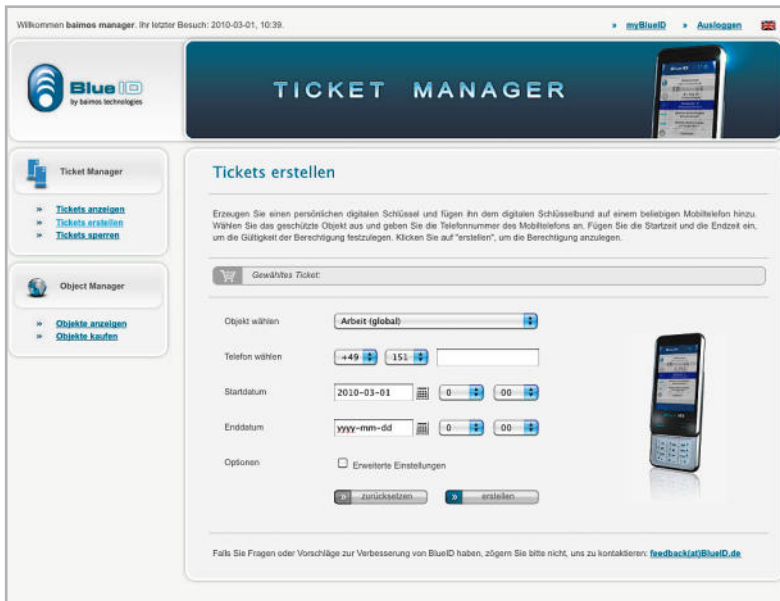

Bild 1: Im BlueID Ticket Manager werden digitale Schlüssel erstellt.
- **Digitale Schlüsselübergabe:** Der Eigentümer kann einen digitalen Schlüssel auf einer Web-Oberfläche (BlueID Ticket Manager) erstellen (Abbildung 1). Darüber wird der Empfänger automatisch mittels SMS informiert, der ihn dann über das Internet auf sein Handy herunterladen kann. Die gesamte Übertragung ist mit modernsten Sicherheitsverfahren (Kryptografie) abgesichert. Somit muss keine persönliche Schlüsselübergabe stattfinden, ideal z. B. für Ferienhäuser.